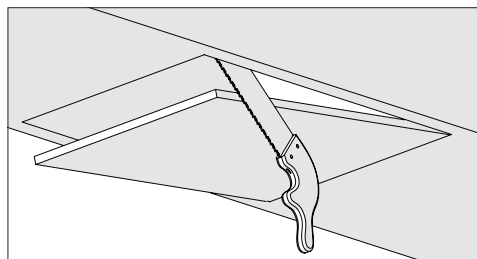

Figure 2
- Découpez la surface inférieure du meuble de cuisine dans lequel la hotte sera installée conformément aux dimensions spécifiées dans le dessin technique (Figure 2).